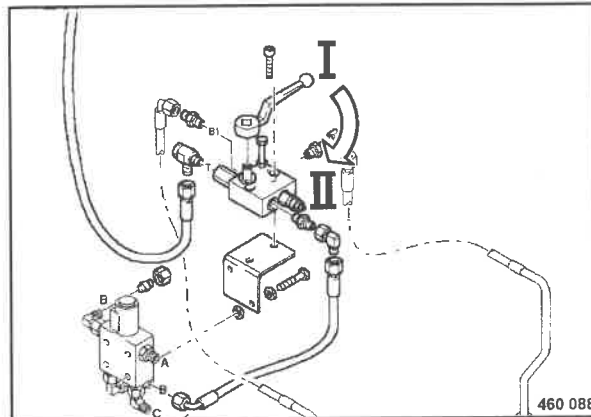

Fig. 79
- Ribaltare nuovamente la valvola di blocco a sfera nella posizione "II", avvitare la vite di sicurezza ed assicurarla con il dado esagonale (Fig. 79).